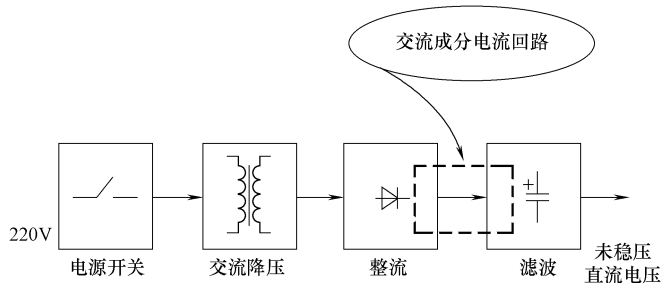

图 10-6 交流成分电流回路示意图
3) 交流成分电流回路。图 10-6 所示是交流成分电流回路示意图，整流后产生的脉动性直流电中含有丰富的交流成分，它们通过滤波电容回路，这样这些交流成分被滤除掉。